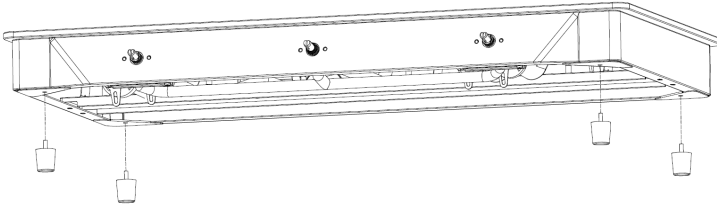

Figure 1
1. Après avoir ouvert le carton, fixez les quatre pieds aux quatre plaques d'angle, comme indiqué sur la figure 1.